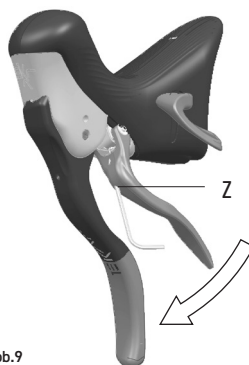

Abb.9
Die Position des Außenhebels, der näher am Bremshebel oder weiter davon entfernt sein kann, ist über den Stift im Inneren der Öffnung Z (Abb.9 / Abb. 10) einstellbar. Die korrekte Position des Außenhebels muss so sein, dass der Hebel den Gummi auf dem Bremshebel streift, jedoch nicht berührt.
- Drehen Sie den Inbusschlüssel im Uhrzeigersinn (Abb. 9), wenn Sie den Hebel vom Bremshebel (Abb. 10) entfernen müssen, oder gegen den Uhrzeigersinn, wenn Sie den Hebel annähern müssen.